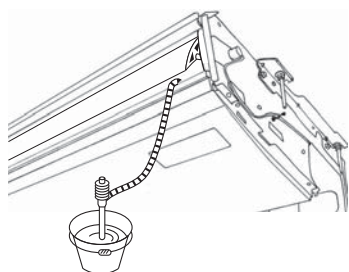

Fig. 5-3
1. Прикрепите соединительную муфту ⑤, входящую в комплект поставки прибора, к дренажному отверстию прибора с помощью винилхлоридного адгезива.
2. Прикрепите изоляцию для муфты ③, поставляемую в комплекте с прибором, к соединительной муфте ⑤.
3. Прикрепите установленный на месте дренажный трубопровод (VP-20) к соединительной муфте ⑤ с помощью винилхлоридного адгезива.
4. Оберните изоляцию дренажного трубопровода ⑦, входящую в комплект поставки прибора. (Шовная обмотка)
- Ⓒ Изоляция для муфты ⑤
- Ⓓ Соединительная муфта ⑤
- Ⓔ Изоляция для дренажного трубопровода ⑦
5. Убедитесь в правильности дренажа. (Fig. 5-3)